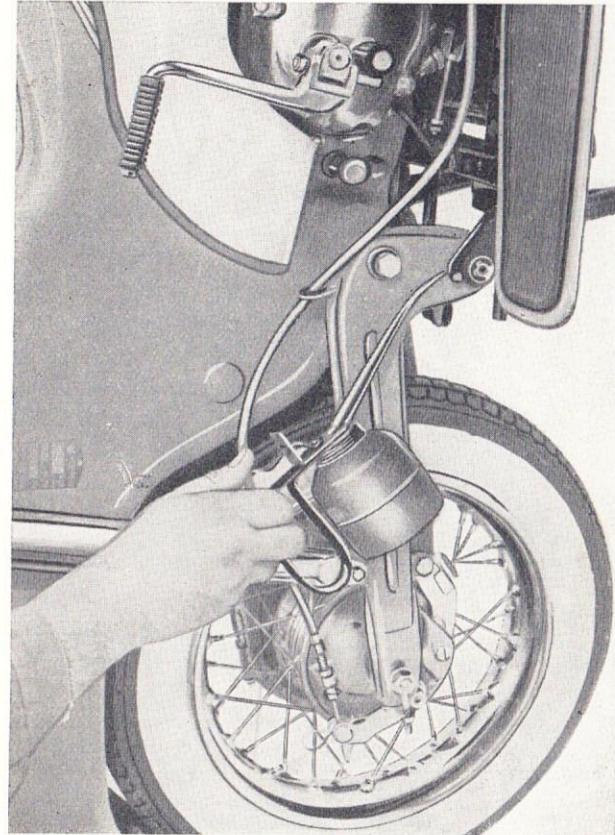

Fig. 9
2. Soporte central todos los 500—1000 km, lubricar (fig. 9)